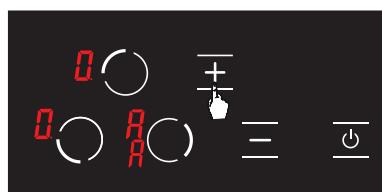

Abbildung 13
3. Nach erneutem Berühren der **+** Taste wird der automatische Heizbetrieb aktiviert und auf dem Display erscheint das Symbol **R**. (siehe Abb. 13)